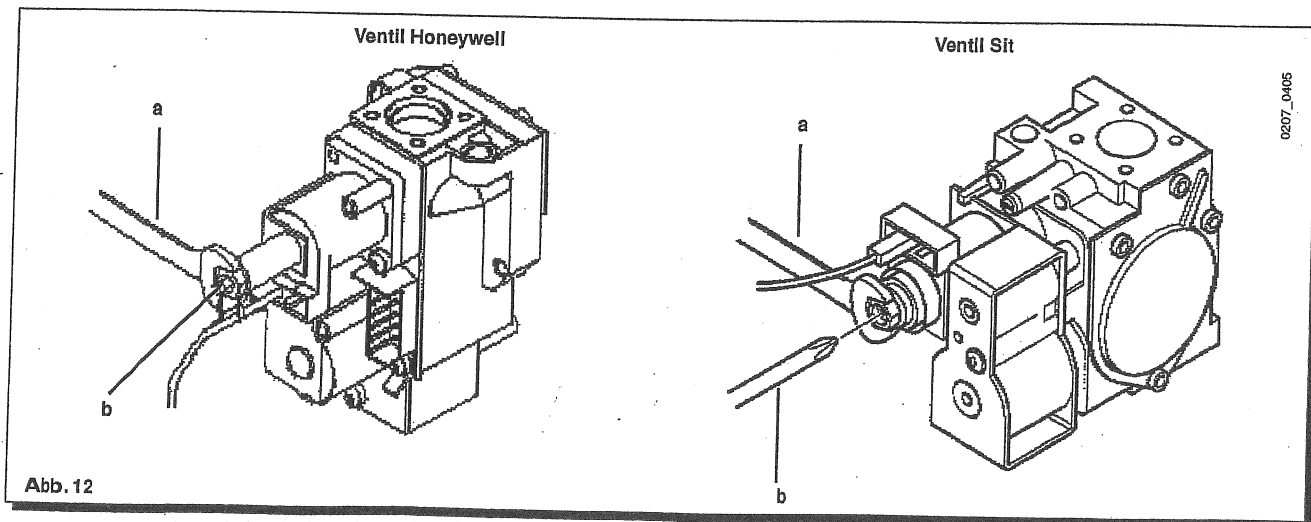

Abb. 12
Die Vorgangsweise zur Einstellung des Druckreglers ist je nach Art des verwendeten Gasventils (HONEYWELL oder SIT siehe Abbildung 12) etwas unterschiedlich.
- Den positiven Druckanschluss eines Wasser-Differentialmanometers am Druckanschluss (Pb) des Gasventils anschließen (Abbildung 12). Nur bei den raumluftunabhängigen Modellen den negativen Druckanschluss des Manometers an einem passenden "T-Stück" anschließen, das gestattet, den Kompensationsanschluss des Kessels, den Kompensationsanschluss des Gasventils (Pc) und das Manometer miteinander zu verbinden. (Eine gleichwertige Messung kann vorgenommen werden, indem das Manometer am Druckanschluss (Pb) und ohne die frontseitige Bedienblende der dichten Kammer angeschlossen wird);
- Prüfen, ob der am Druckanschluss (Pa) des Gasventils (Abbildung 12) gemessene dynamische Versorgungsdruck des Kessels korrekt ist (30 mbar für Butan, 37 mbar für Propan oder 20 mbar für Erdgas).